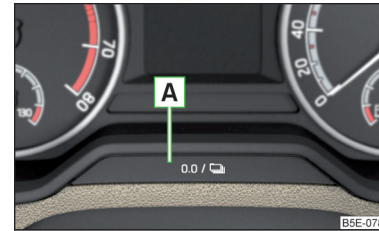

Abb. 39
Der Zähler kann durch Antippen der Taste **A** » Abb. 39 auf Seite 50 bzw. im Infotainment im Menü **CAR** → → → **Kombi-Instrument** zurückgestellt werden.
- › Die Taste **A** » Abb. 39 gedrückt halten, bis im Display der Menüpunkt **Uhrzeit** angezeigt wird.